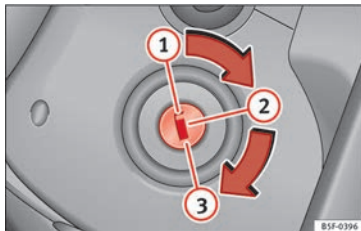

Bild 156 Tändningsnyckelns lägen
I detta läge är »» bild 156 tändningen och motorn AVSLAGNA och ratten kan bli låst.
- Vrid tändningsnyckeln till läget » bild 156  2. Varningslampan  tänds för motorförvärmning.
- Vrid tändningsnyckeln till läget » bild 156 ①.